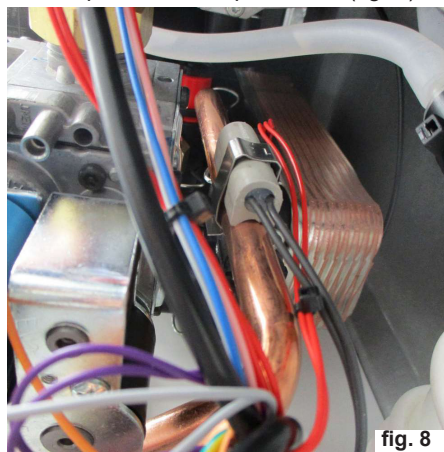

fig. 8
- Prendere il cablaggio con la resistenza in PTC + molletta e posizionarlo sulla rampa entrata acqua fredda (fig. 8).